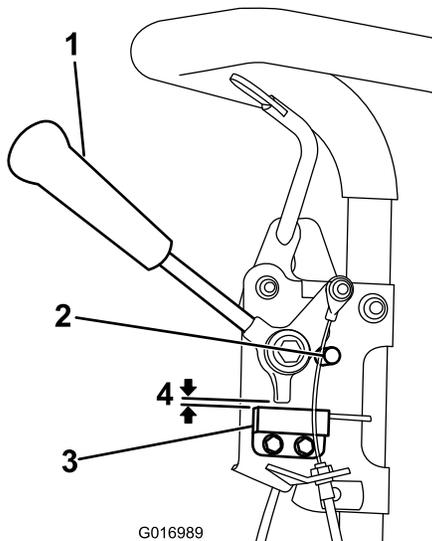

図 29
1. エンジン停止、走行レバーが解除されてニュートラルストップにあることを確認する 図 29。
2. インタロックスイッチを固定しているねじをゆるめる 図 29。
3. 走行レバーとインタロックスイッチとの間に厚さ 0.8mm のシムをはさむ 図 29。